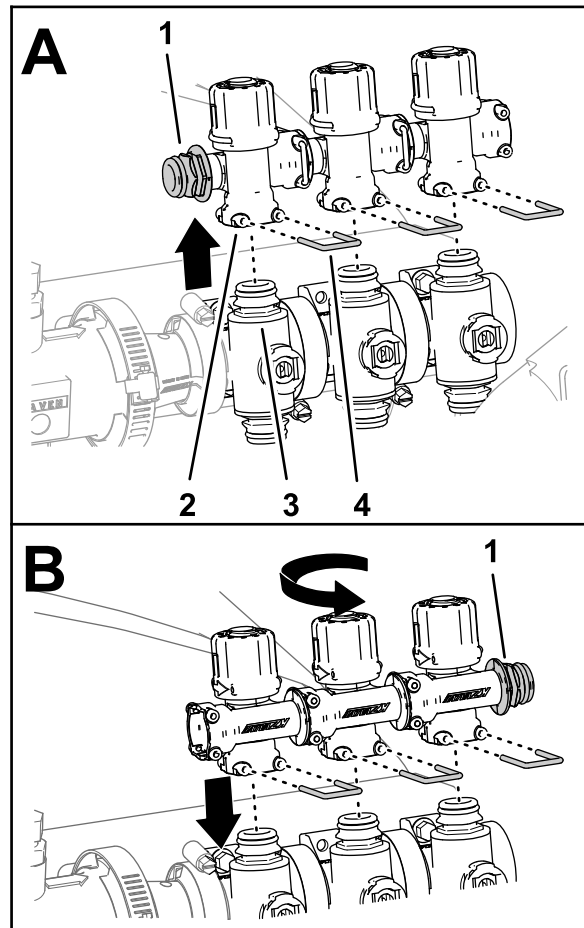

Figura 64
sección la izquierda, central y derecha (Figura 64).
5. Levante las válvulas de desvío de las válvulas de sección (Figura 64).
6. Gire las válvulas de desvío 180° y móntelas en los acoplamientos rápidos de las válvulas de sección (Figura 64).
7. Sujete las 3 válvulas de desvío a las válvulas de sección con las 3 horquillas de retención que retiró en el paso 4 (Figura 64).